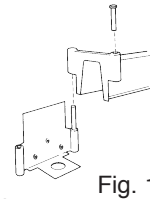

Fig. 1
Paso 3: Cuelgue el portalámparas de la lámpara en el soporte de montaje insertando la clavija ubicada en el lado derecho del soporte de montaje dentro del agujero ubicado en el lado derecho del brazo del portalámparas (Fig. 1). El portalámparas debe estar hacia la derecha del soporte de montaje en este momento, de manera de no interferir con el cableado del portalámparas.